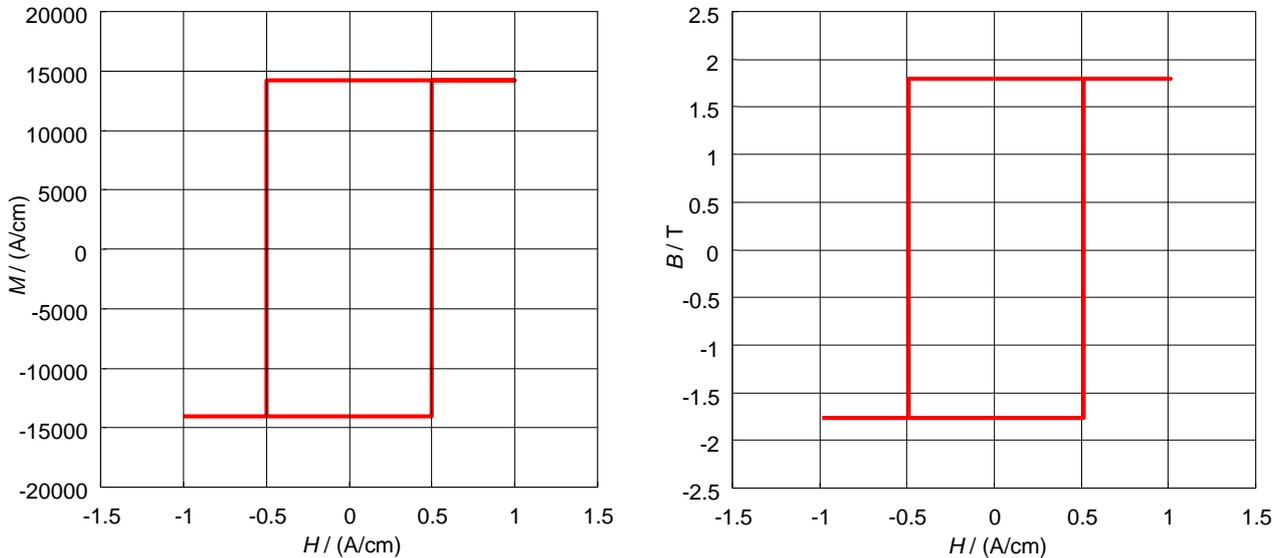

Bild 1
Bild 1, links zeigt die Magnetisierungskurve $M(H)$ eines ferromagnetischen Werkstoffs bei $T_1 = 300\text{K}$, die durch eine rechteckige Hysteresekurve mit einer Sättigungsmagnetisierung von $M_S = 14 \cdot 10^5 \text{ A/m}$ angenähert wurde.
a) Tragen Sie in das rechte Diagramm (Bild 1, rechts) die magnetische Induktion B in Abhängigkeit der magnetischen Feldstärke H ein. Geben Sie die Koerzitivfeldstärke H_C an und berechnen Sie die Remanenzinduktion B_R .